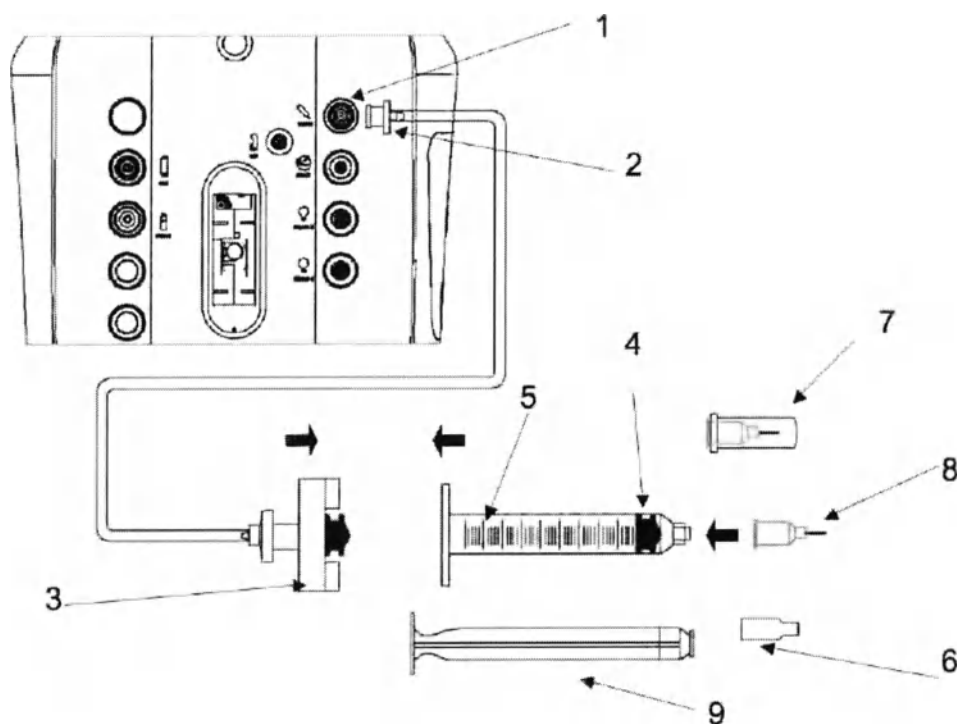

рис. 4.21. Настройка экстракции вязкой жидкости.
3. Снимите колпачок со шприца (пункт 6 на рис. 4.21). (Действие должно быть выполнено до шага 4.)
5. Подсоедините муфту шприца, соединенную с трубопроводом для вязкой жидкости, к пустому шприцу. Поверните муфту, чтобы надежно прикрепить ее к шприцу. (См. рис. 4.21.)
7. Перед применением снимите колпачок канюли (8).